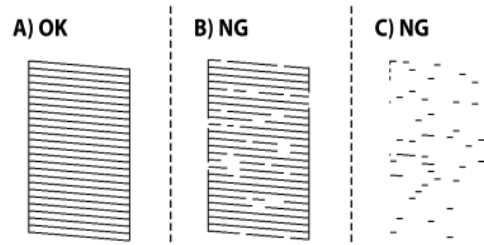

Рисунок 2.2 – Шаблони друку
- 4) Переглянути шаблон друку (див. рис.2.2).